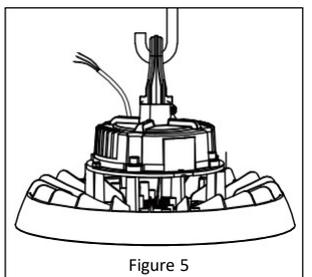

Figure 5
3. Hang the fixture on a hook or eye bolt that is mounted to the ceiling (Not Included). **See Figure 5.**
3. Fixez le luminaire à un crochet ou à un boulon à œil fixé au plafond (non compris). **Reportez-vous à la Figure 5.**